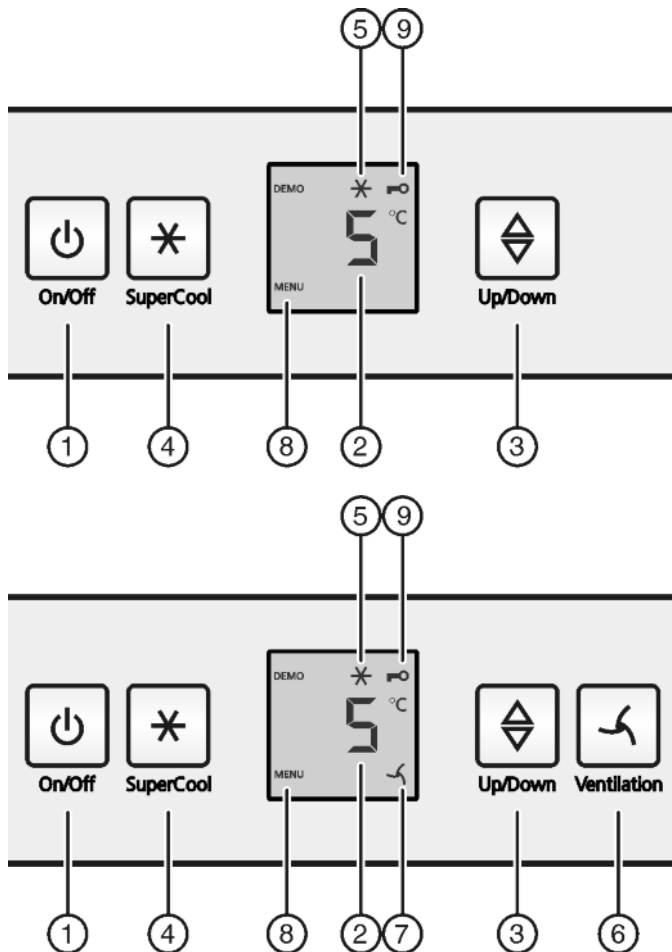

Fig. 2
- ▶ Taste On/Off Fig. 2 (1) drücken.
- ▶ Taste SuperCool Fig. 2 (4) ca. 5 Sekunden drücken.
- ▷ In der Anzeige wird das Symbol Menu Fig. 2 (8) angezeigt.
- ▶ Mit der Taste SuperCool Fig. 2 (4) kurz bestätigen.
- ▷ Das Symbol Kindersicherung Fig. 2 (9) leuchtet in der Anzeige.
- ▶ Die Taste On/Off Fig. 2 (1) kurz drücken.
- ▶ Temperaturfunktion aufrufen: Die Einstelltaste *Fig. 2 (3)* drücken.
- ▶ Temperatur in 1 °C -Schritten ändern: Einstelltaste *Fig. 2 (3)* so oft drücken, bis die gewünschte Temperatur in der Temperaturanzeige leuchtet.
- ▶ Taste SuperCool *Fig. 2 (4)* kurz drücken.
- ▷ Das Symbol SuperCool *Fig. 2 (5)* leuchtet in der Anzeige.
- ▷ Das Symbol SuperCool *Fig. 2 (5)* erlischt in der Anzeige.